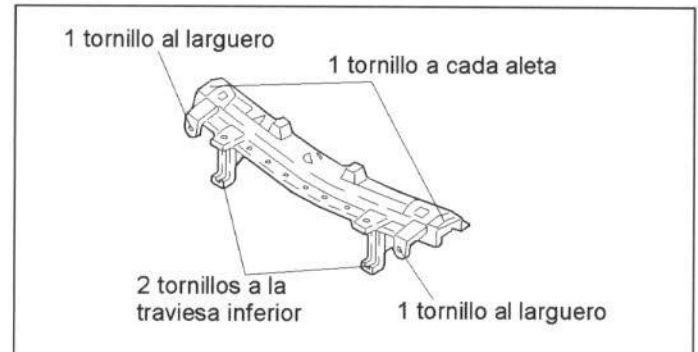

Figura 19.- Unión de la traviesa superior delantera
En la figura 19 se muestra la unión de la traviesa superior delantera con el resto de la carrocería.
- Travesía superior (figura 19).